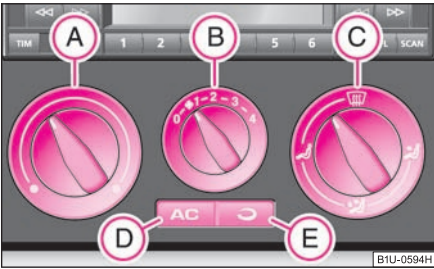

Fig. 96 Sistema de aire acondicionado: Elementos de mando
El aire acondicionado funciona sólo si se pulsa el interruptor  ⇒ fig. 96  y se cumplen las siguientes condiciones:
- Gire el regulador giratorio **(A)** ⇒ página 83, fig. 96 hacia la derecha para aumentar la temperatura.
- Pulse la tecla **(AC)** **(D)** ⇒ página 83, fig. 96. En la tecla se encenderá el testigo de control.
- Pulsar la tecla  ⇒ página 83, fig. 96 - se encenderá el testigo de control en la tecla.